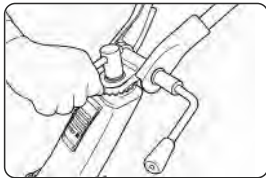

Рис. 8
- Установите руль на основание стойки и зафиксируйте в удобном для вас положении (рис.8)